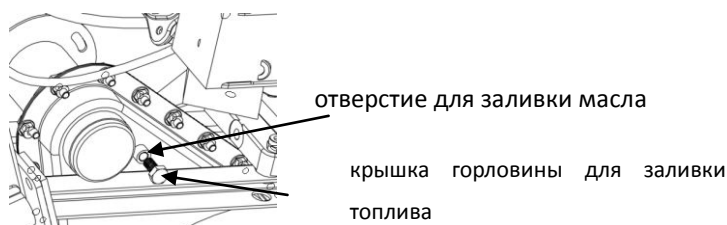

Рис. 10
- После определенного времени эксплуатации (приблизительно от 80 до 100 часов работы) необходимо долить смазочное масло с патрубков для заливки масла SAE 30 (масло с рабочей температурой от -10° до 200°). См. Рис. 10